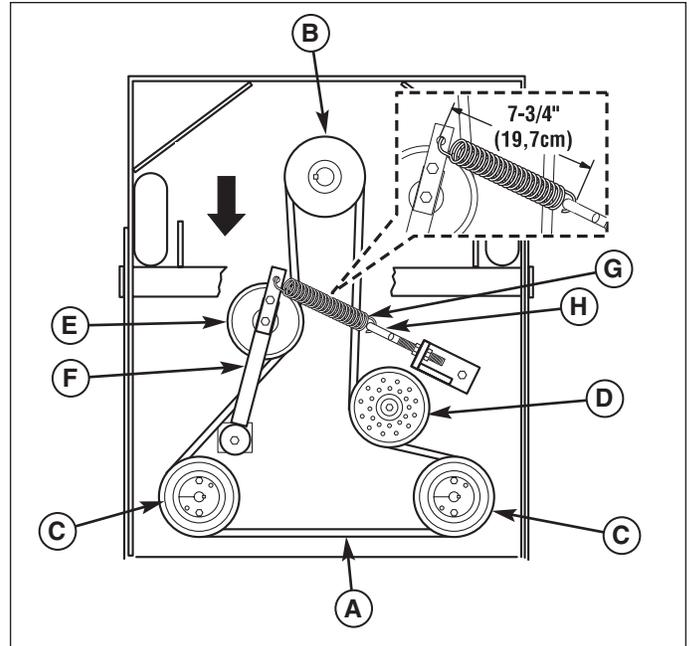

Figure 32. Remplacement de la courroie d'entraînement de la pompe hydraulique
3. Desserrez l'écrou vers l'avant de la machine sur le crochet d'ancrage du ressort (H, Figure 32) pour relâcher un maximum de tension de la courroie. Enlevez avec précaution l'écrou pour relâcher totalement la tension.
5. Réinstallez le crochet d'ancrage (H) dans la patte d'ancrage et serrez l'écrou sans le bloquer. Réglez le ressort jusqu'à ce que vous obteniez la mesure de 19,7 cm de l'extérieur des crochets à ressort. Serrez l'écrou.